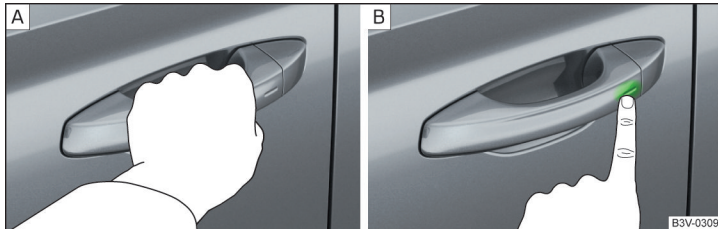

Abb. 54 Fahrzeug entriegeln / Fahrzeug verriegeln
- Den Türgriff greifen, um das Fahrzeug zu **entriegeln** » Abb. 54 - [A].
- Den Sensor am Türgriff mit dem Finger berühren, um das Fahrzeug zu **verriegeln** » Abb. 54 - [B].
- Innerhalb von 5 s den Sensor am Türgriff mit dem Finger berühren » Abb. 54 auf Seite 66 - [B]. Die Deaktivierung wird durch einmaliges Aufblinken der Blinkleuchten bestätigt.